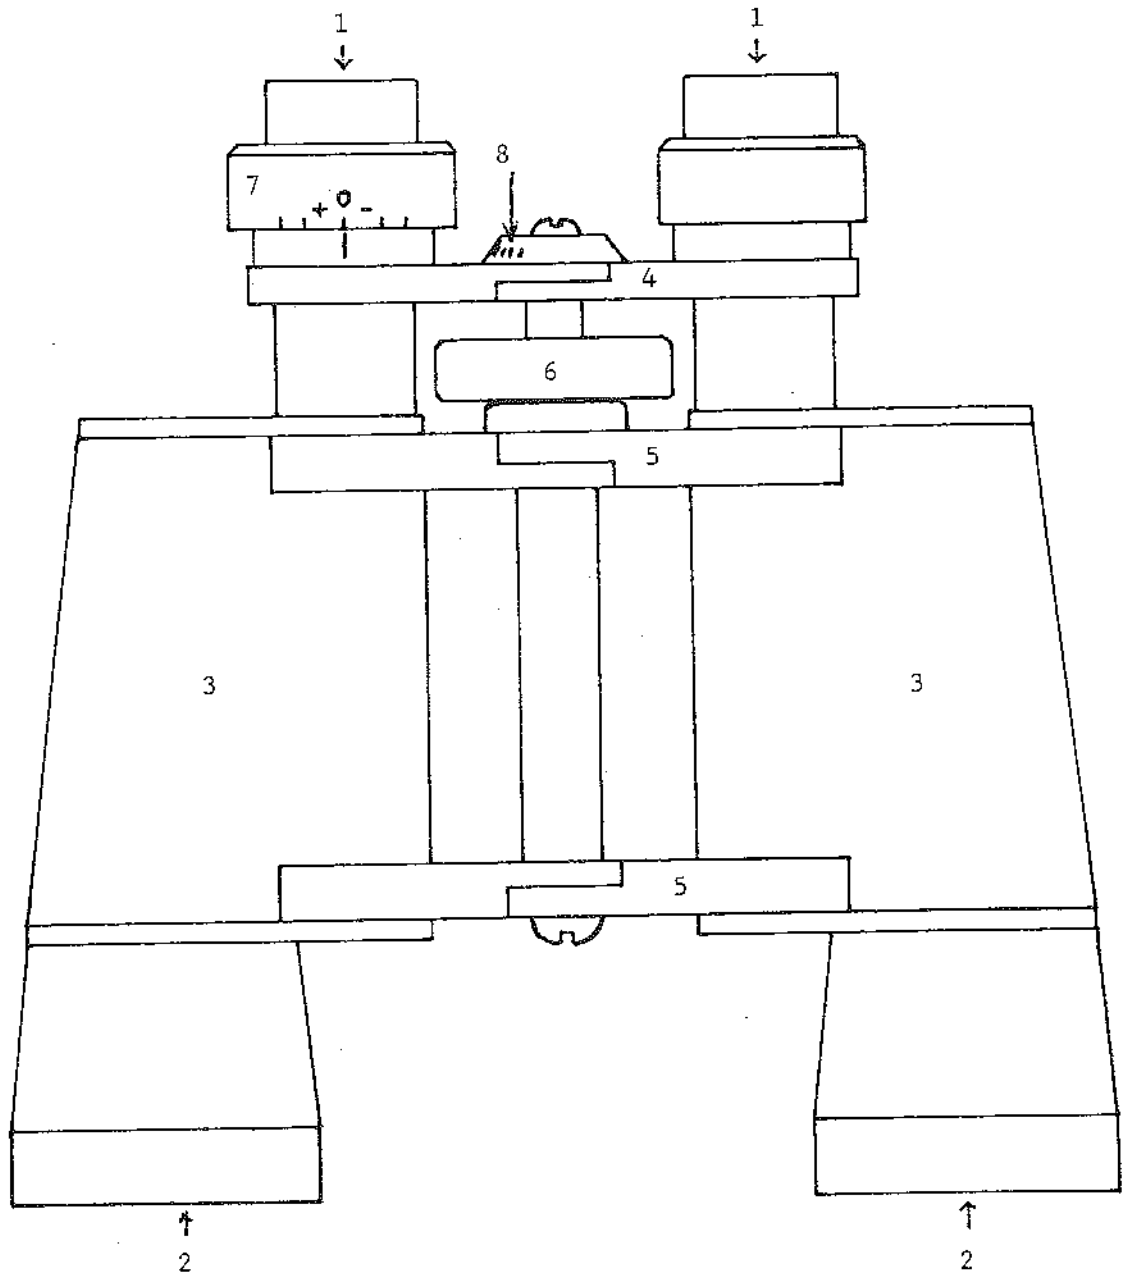

fig.1.1. Benaming van de voornaamste onderdelen van een verrekijker volgens het zogenaamde "porro"-model.
- statiefmontage: De plaatsing van een verrekijker op statief kan wenselijk zijn, wanneer een kijker met sterke vergroting gebruikt wordt (vermindering storende trillingen) en/of wanneer langdurig waargenomen wordt (bijvoorbeeld bij zeetrekwaarnemingen). Diverse merken bieden kijkers aan met een montageplaat met schroefdraad aan de onderzijde. Soms is een schroefdraad-aansluiting verborgen achter een afneembaar dopje aan de voorzijde van de centrale as waar de kijkerhelften omheen scharnieren. Enkele gespecialiseerde zaken verkopen statiefklemmen, die aan de midden-as van de kijker (tussen de bruggen van de twee helften van het kijkerhuis) bevestigd worden. Dit gaat in de regel alleen bij porrokijkers met een normaal geplaatst schroefwiel voor de scherpstelling (zoals in fig.1.1). Diverse fabrikanten leveren statiefklemmen, die meestal specifiek voor hun eigen kijkers bedoeld zijn.